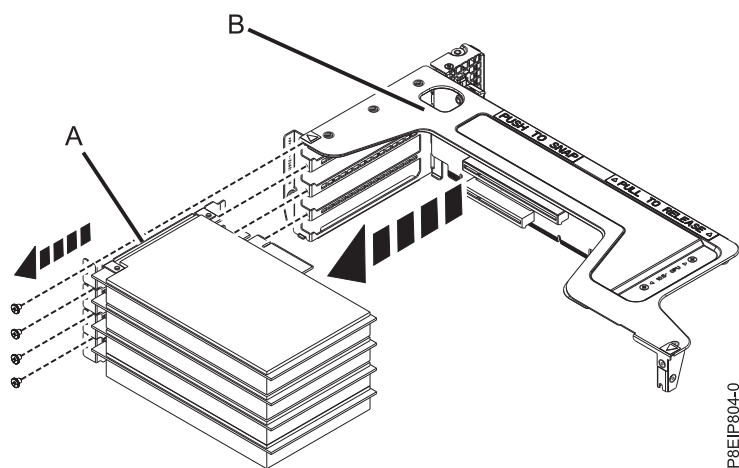

Figure 46. Retrait d'une carte du connecteur de bus
- g. Déconnectez une carte (A) du connecteur de bus de la carte PCIe (B) comme indiqué dans la figure 46.